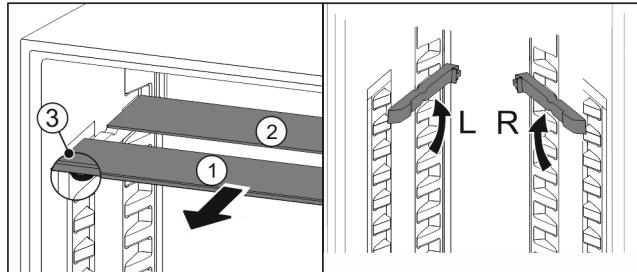

Fig. 30
- Skleněné desky jednotlivě vytáhněte dopředu Fig. 30 (1).
- Skleněná deska Fig. 30 (1) s ozdobnou lištou leží vpředu.
- Zarážky Fig. 30 (3) směřují dolů.